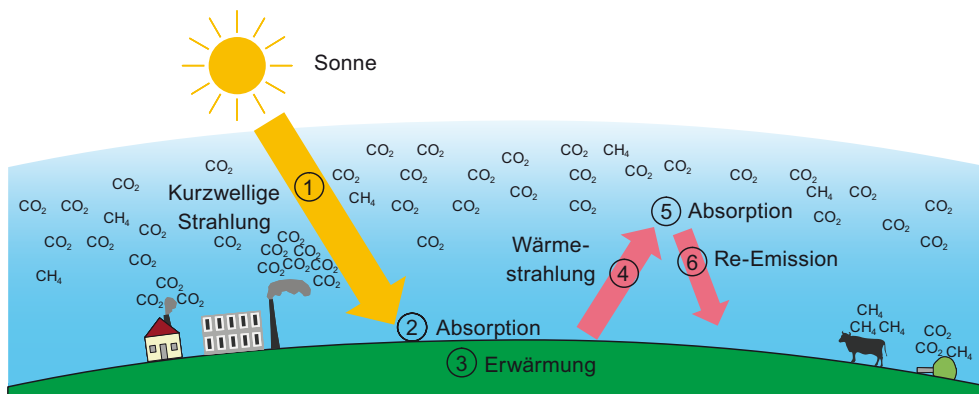

Bild 1.6 Prinzipdarstellung des Treibhauseffekts: Die von der Erde abgestrahlte Wärmestrahlung wird von den Treibhausgasen zurückgehalten
Warum ist die CO₂-Konzentration in der Atmosphäre nun so bedeutend für uns? Der Grund liegt darin, dass CO₂ neben anderen Spurengasen (z. B. Methan, CH₄) über den **Treibhauseffekt** die Temperatur auf der Erde beeinflusst. Wir betrachten zur Erklärung **Bild 1.6**. Das Licht der Sonne (sichtbare und infrarote Strahlung ①) gelangt relativ ungehindert durch die Atmosphäre und wird vom Erdboden absorbiert ②. Hierdurch erwärmt sich die Erdoberfläche ③ und strahlt als sogenannter schwarzer Strahler (siehe **Kapitel 2**) Wärmestrahlung ④ ab. Diese Strahlung wird wiederum von den Spurengasen absorbiert ⑤ und als Wärme an die Umgebung abgegeben ⑥. Die **Wärmeenergie bleibt** somit zum größten Teil **in der Atmosphäre** und wird nur zu einem geringen Teil in den Weltraum zurückgeworfen.